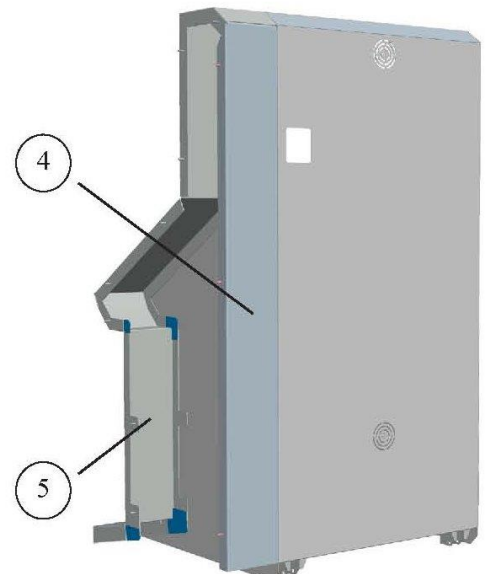

Imagen 1
- Colocar la chapa unión mueble (5) en el lateral en todas las máquinas menos la que se instale en el extremo y en la central, tal como indicada la Imagen 1.